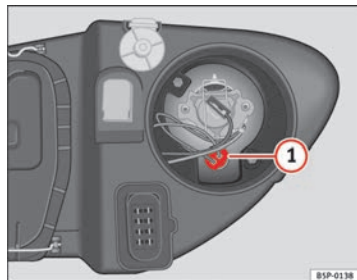

Abb. 190 Standlicht
- Den Lampenträger => Abb. 190 **1** herausnehmen.